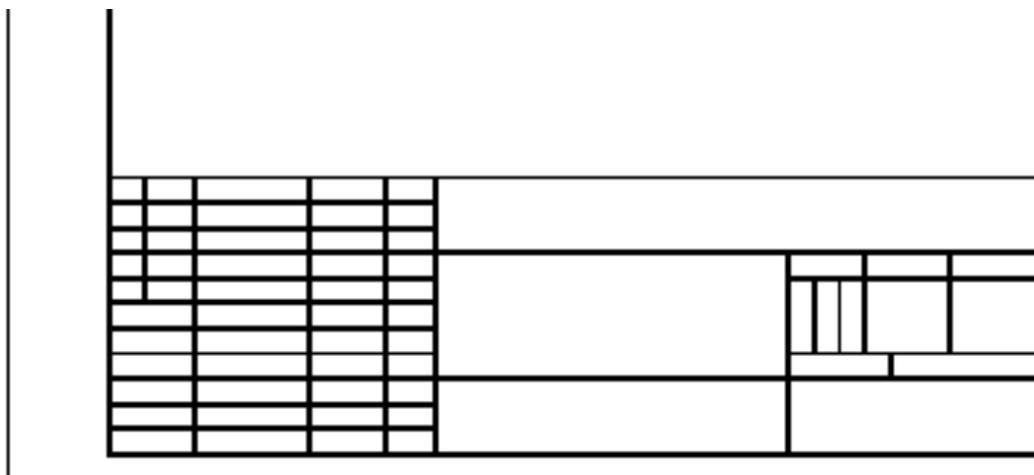

Рис. 42
4. *Нарисуйте рамку для обозначения границы чертежа (рис. 42):* активизируйте команду **Отступ (Offset** буква **o**), щелкните на прямоугольнике рамки, затем внутри прямоугольника. Для смещения левой стороны рамки границы чертежа вправо сначала разгруппируйте прямоугольник на отдельные линии командой **Взрыв (Explode)** . Сместите левую границу рамки внутрь на 2, удалите исходную линию и скруглите верхний левый и нижний левый углы рамки.